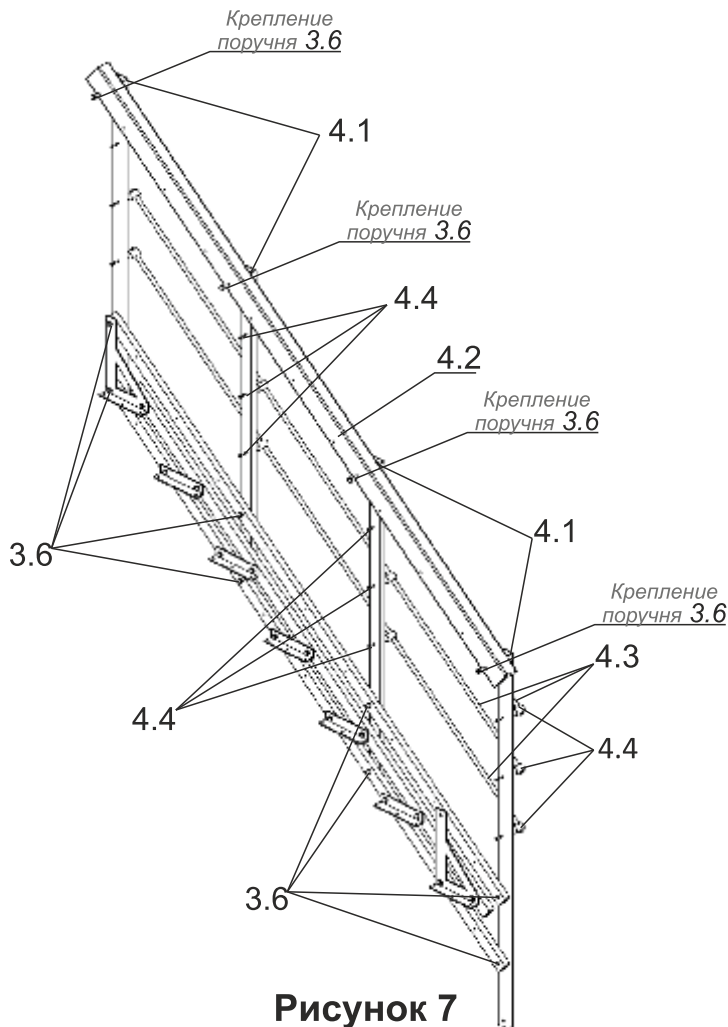

Рисунок 7
- установите вертикальные столбы 4.1 ограждения на свои места (см.рис.7). Наживите крепёж 3.6. Проверьте вертикаль их установки по уровню. Затяните крепёж.